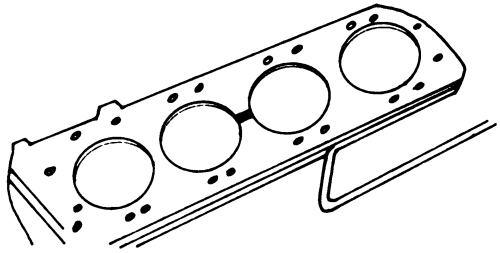

Fig. 8. Empaque de culata que presenta una sopladura entre dos cilindros vecinos (2° y 3°).
**Otras fallas en el empaque de culata.** La baja compresión en dos cilindros vecinos es causada por una sopladura del empaque (Fig. 8) en cuyo caso debe cambiarse el empaque de culata.